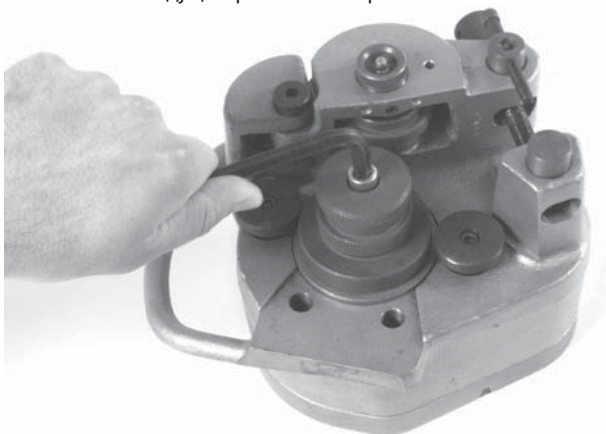

Рисунок 8 – Выкручивание винта с шестигранной головкой из ведущего ролика.
3. Выкрутите винт с шестигранной головкой, удерживающий ведущий ролик, с помощью шестигранного ключа 5/16 (рисунок 8). При использовании набора роликов 8 – 12 или 4 – 6, выкрутите опорные болты ведущего ролика шестигранным ключом 3/8.